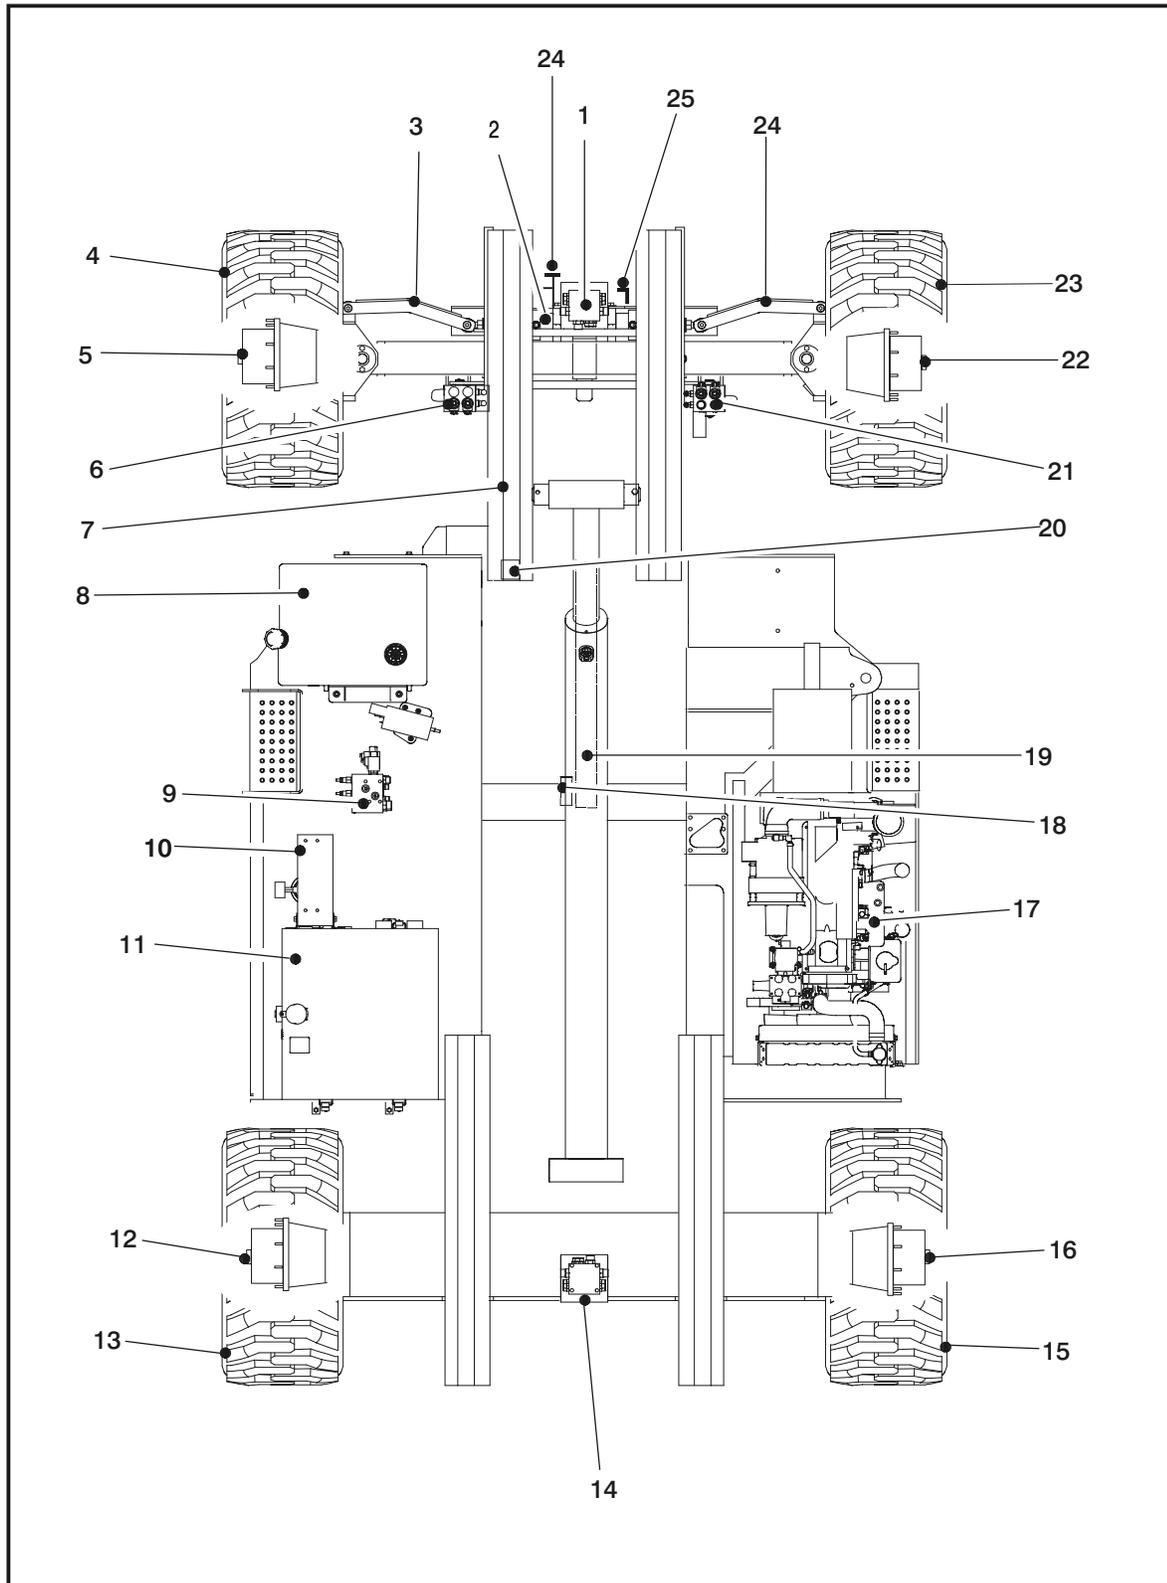

Figura 2-1. Diagrama de inspección visual diaria
4. **Inspección visual** – Consultar la Figura 2-1., Diagrama de inspección visual diaria.